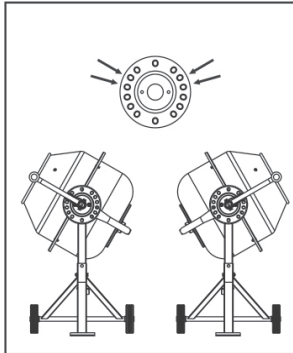

Fig.14
- Positionner l'axe du tambour pour le chargement du béton d'après la Fig. 14.